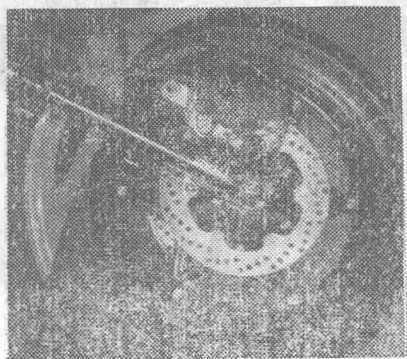

图37 本田
④ 制动器在提高制动性能、减轻重量等方面不断得到改进。另外还开发出防倾装置，致力于提高稳定性的研究开发(图37)。